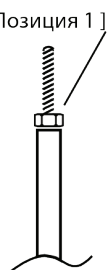

Рис. 3
2. Собрать металлические стойки, вкрутив шпильки M12x100-150, гайка M12 (рис.3).